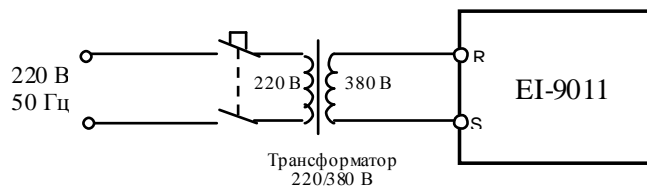

Рис. 4.9. Подключение ПЧ к сети 1ф 220В через трансформатор
Примечание: при проведении диагностики допустима подача силового напряжения 1ф 220В через повышающий трансформатор 220В/380В (п. 3.4.3), как показано на рис. 4.9.
**Примечание.** Возможно проведение проверки на лампы при подаче питания через трансформатор (рис. 4.9).